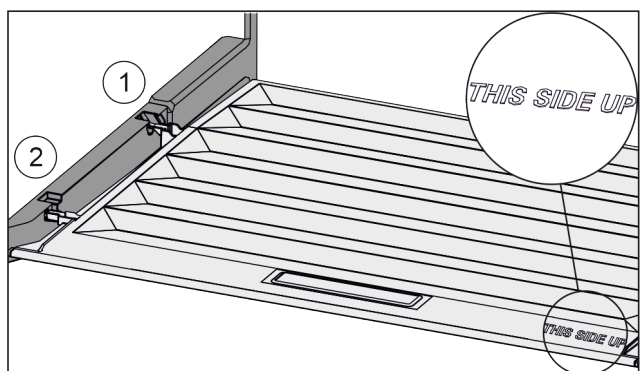

Fig. 69
- ▶ Inserire le nervature del coperchio attraverso l'apertura del supporto posteriore Fig. 69 (1) e innestare anteriormente nel supporto Fig. 69 (2).